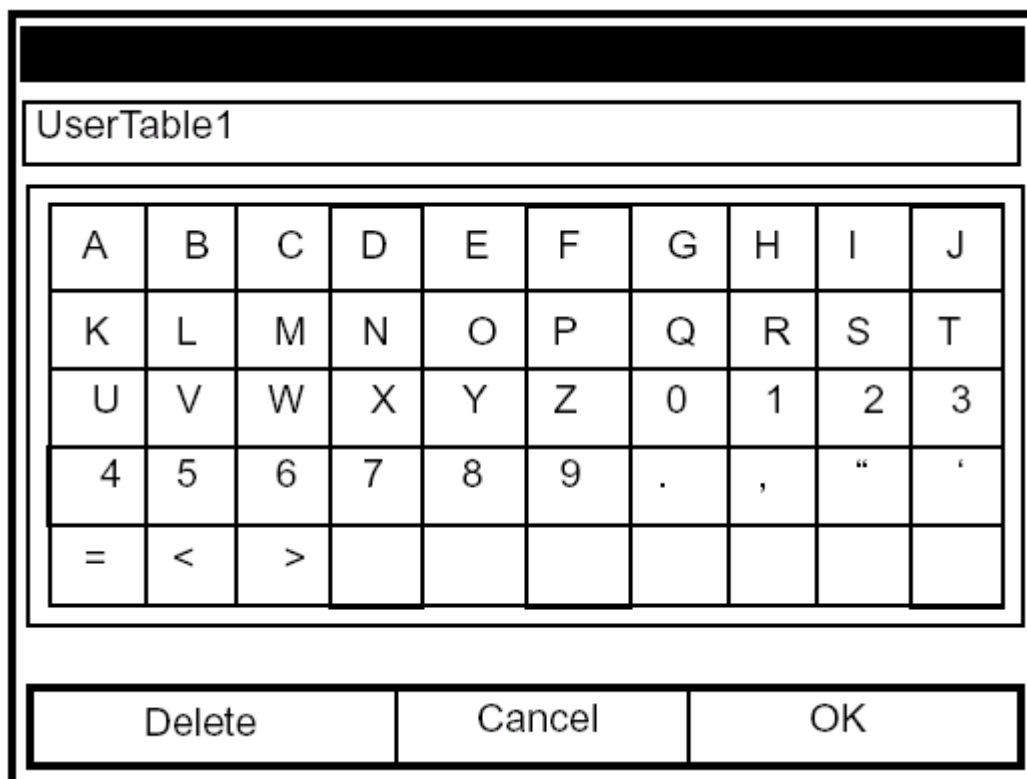

Рис. 7-9: Окно создания текста (Text Creation Window)
3. Следующим шагом является создание идентификационного номера (ID) таблицы.
- a. Нажмите клавишу [ENTER] для открытия окна. При этом появится изображение, подобное представленному ниже рис. 7-9.